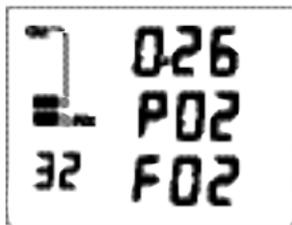

Fig. 74 - PARADA SEGURIDAD DENTRO CURVA ALT 2
**PARADA SEGURIDAD DENTRO CURVA ALT 2; ésta es la información mostrada (Fig. 74):**